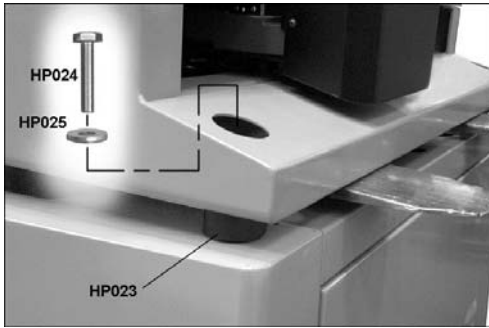

Figure 7-17
2. Placer les tampons de caoutchouc des pattes (HP023, figure 7-17) sur les trous du socle.
4. Retirer les courroies et insérer légèrement quatre vis avec rondelles plates (HP024/025, figure 7-17) pour assurer l'alignement de trous. Serrer les vis.